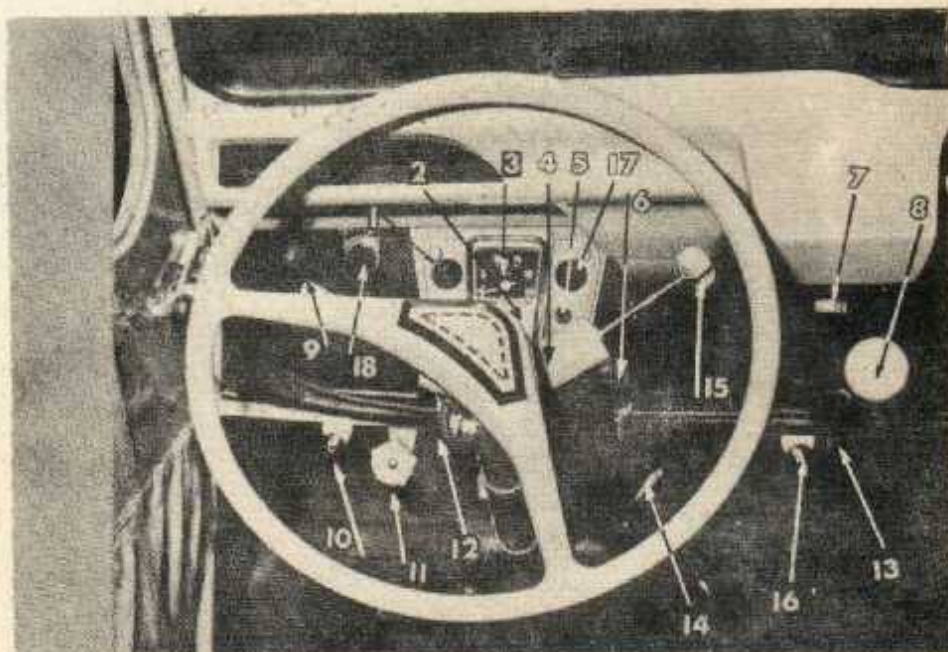

Fig. 1
Poner en contacto (fig. 1). Asegúrese que la palanca de velocidades esté en punto muerto (fig. 4). No apretar el pedal de embrague.
- 2) Tirar **completamente a fondo** del cebador con una mano y del arranque con la otra (fig. 1).